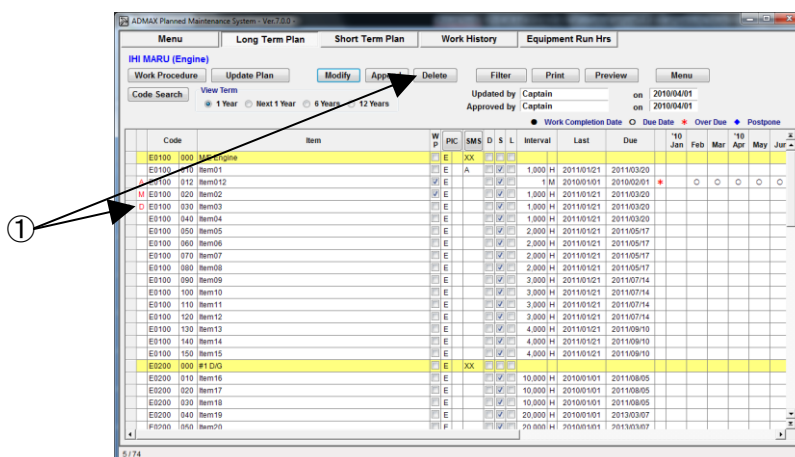

図 10-6 Original 画面
(1) 保守作業項目を削除する場合には、“Original Plan”画面(図 10-6)上で [Delete]ボタンをクリックしてください。